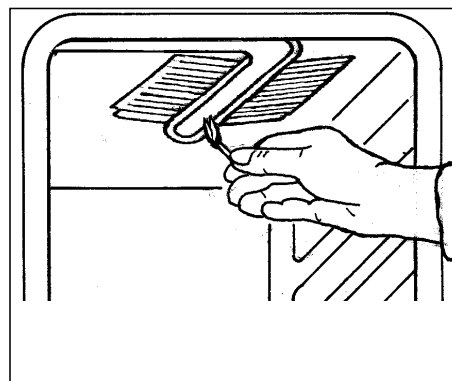

fig. 4
3. Approchez une flamme au brûleur du grill (fig. 4) 2-3 secondes après action sur la manette.